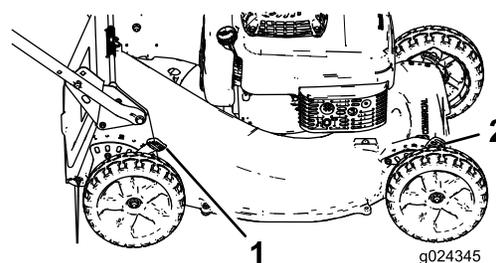

Figura 14
1. Tirate la leva dell'altezza della ruota verso la ruota (Figura 14), e spostatela nella posizione opportuna.